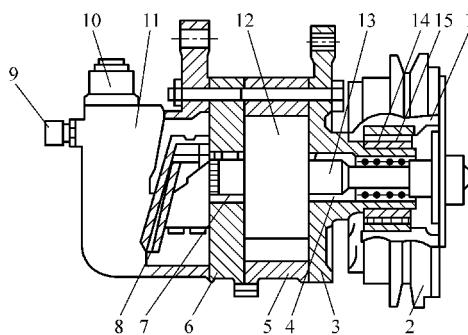

图 7-16 旋转叶片压缩机结构
1) 结构。旋转叶片压缩机的结构如图 7-16 所示, 它主要由缸体、前缸盖、后缸盖、排气阀、进气阀、主轴、转子等组成。旋转叶片压缩机的气缸有圆形和椭圆形两种形式。